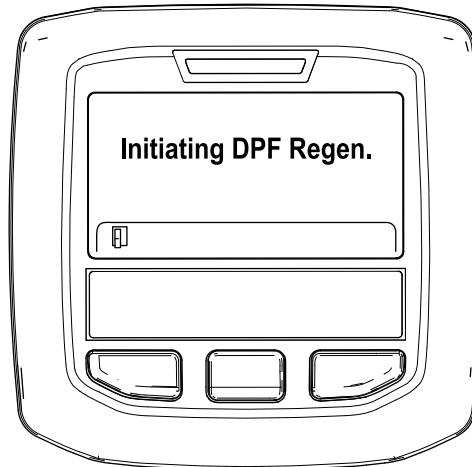

Figure 52
- A. Le message « Initiating DPF Regen. » (lancement régén. FAP) s'affiche (Figure 52).